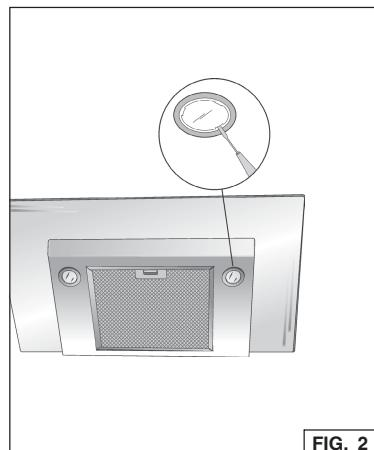

FIG. 2
1. Ouvrez le couvercle en faisant levier grâce aux fissures prévues à cet effet. Fig. 2.